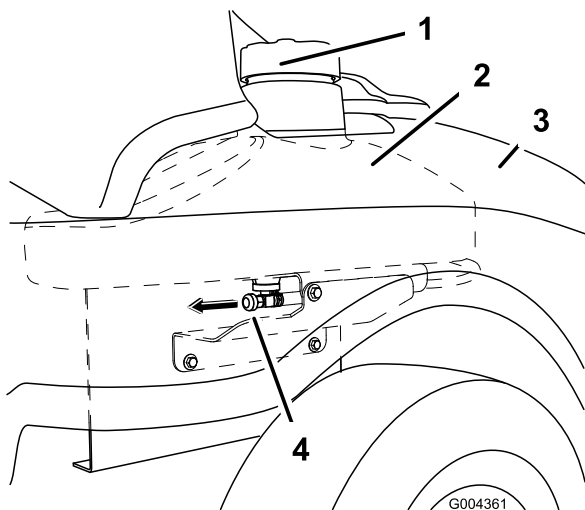

Figure 41
3. Fermez le robinet d'arrivée de carburant situé sous l'avant du réservoir (Figure 41).
7. Ouvrez le robinet d'arrivée de carburant et laissez le carburant s'écouler dans un bidon ou un bac de vidange (Figure 41).